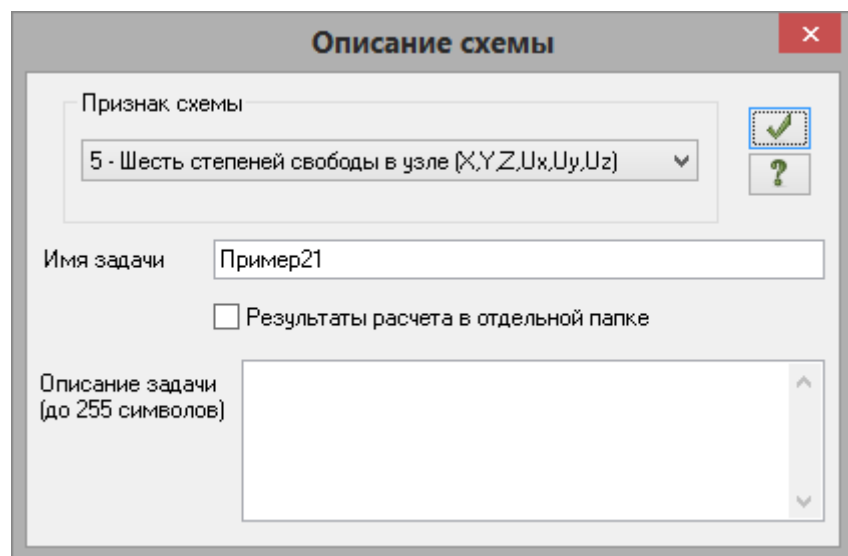

Рис.21.1. Диалоговое окно **Описание схемы**
- В появившемся диалоговом окне **Описание схемы** (рис.21.1) задайте следующие параметры: